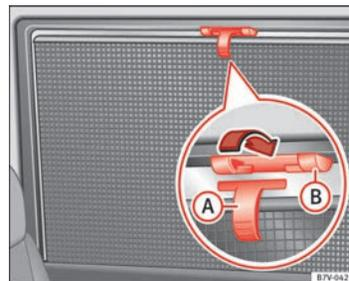

Fig. 64 En la ventanilla trasera derecha: cortinilla.
- Tire de la cortinilla por el asa saliente ⇒ fig. 64 ① completamente hacia arriba.
- Enganche la varilla de sustentación por ambas argollas en los alojamientos previstos ②. Compruebe que la cortinilla bajada esté enganchada de forma segura en los alojamientos previstos ③.
- Para recoger la cortinilla, desenganche de arriba y bájela a mano ⇒ ④.